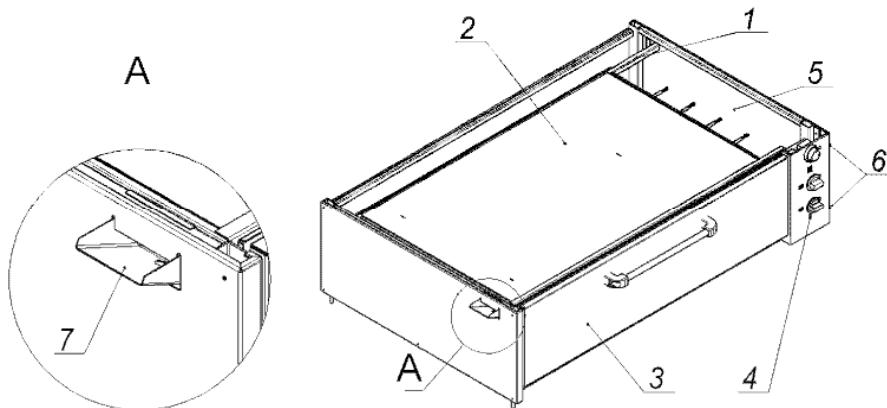
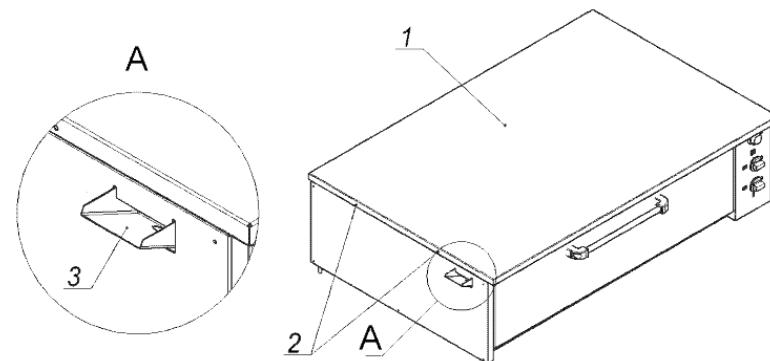

Рис.2
Рис.3
4.1 Шкаф жарочно-pekарский, секционный, электрический типа ЭШП состоит из одинаковых секций, устанавливаемых друг на друга. Нижняя секция устанавливается на раму. Каждая следующая секция устанавливается на предыдущую. Верхняя секция, (рис.3), накрыта крышкой.
- Снять панель управления (см. рис.2);
1. Снять панель управления (см. рис.2).
внутри камеры, на задней стенке, установлен испаритель воды, который можно снять для очистки. Для заливки воды в испаритель используется желоб (рис.2, поз.7 и рис.3, поз.3). Объём воды, одноразово заливаемой в испаритель, не более 200см³.
- 4.5 Для обслуживания электроприборов, ТЭНов и регулирования пружинного механизма дверки, необходимо снять панель управления (рис.2,поз.4), отвернув 4 винта (рис.2, поз.6), крепящие панель к каркасу секции.
1. Не снимая панели управления и правые облицовочные панели (для подключения верхней секции – снять панель управления (см. п.2), или правую облицовочную панель (см. п.3), или крышку (рис.3, поз.1), для чего вывернуть 4 винта (рис3, поз.2)).